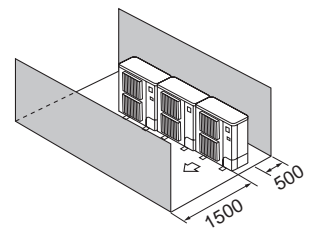

Fig. 2-15
- ④ Hindernisse nur auf der Vorder- und Rückseite (Fig. 2-15)